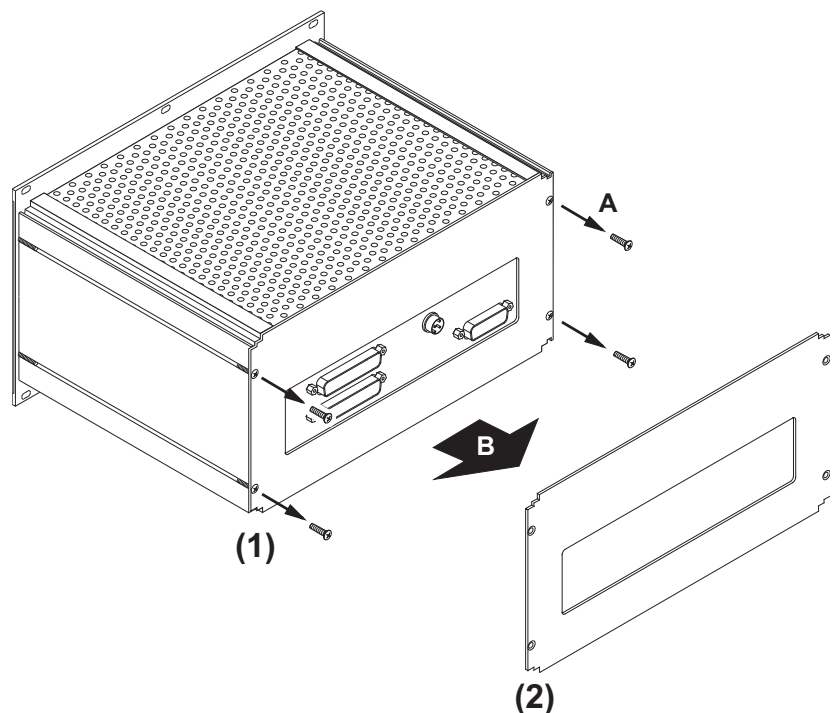

Bild 4-2: Entfernen des rückseitigen Abdeckblechs
4. Entfernen sie nach dem Lösen der vier Befestigungsschrauben auf der Geräterückseite das Abdeckblech. (Bild 4-2)